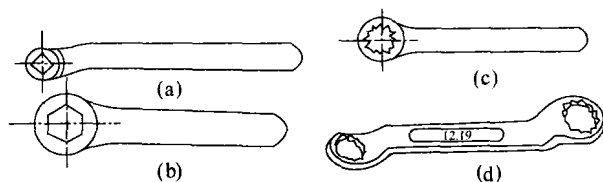

图 1-2 花扳手
2. 花扳手 (图 1-2)
可分为正方形、六角形、梅花扳手 (十二角形) 等, 其中梅花扳手最常用。梅花扳手只要转过 30° (如图 1-2 所示), 就可改换方向再扳。花扳手适应性强, 扳转时受力均匀, 扳转力大, 适用于拆装所处空间狭小的螺栓、螺母。对标准规格的螺栓螺母均可使用花扳手拆装; 特别是螺栓螺母需用较大力矩拆装时, 应使用花扳手。